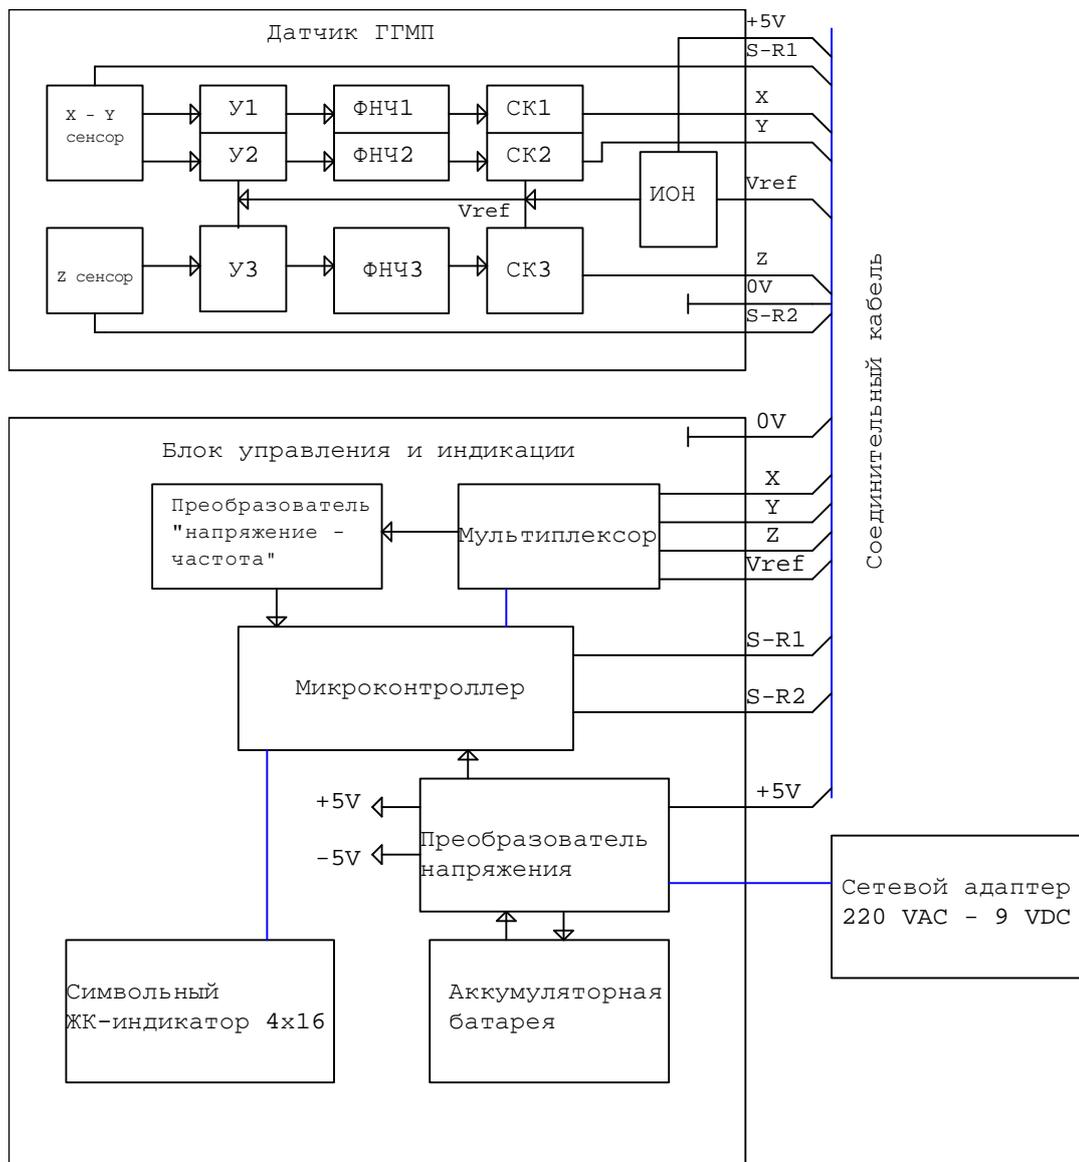

Рисунок 2. Функциональная схема измерителя.
1.4.4. Сигналы с выходов блока преобразования поступают на мультиплексор и далее на вход преобразователя «напряжение – частота» (ПНЧ) и в микропроцессор (см. рисунок 2). По выбору пользователя может быть установлен режим измерения модуля напряженности магнитного поля, включающий измерение трех ортогональных компонент вектора напряженности магнитного поля и последующее вычисление его модуля, и режим измерения коэффициента ослабления геомагнитного поля. Кроме того, предусмотрены режимы, позволяющие контролировать напряжение на аккумуляторной батарее с помощью ПНЧ.